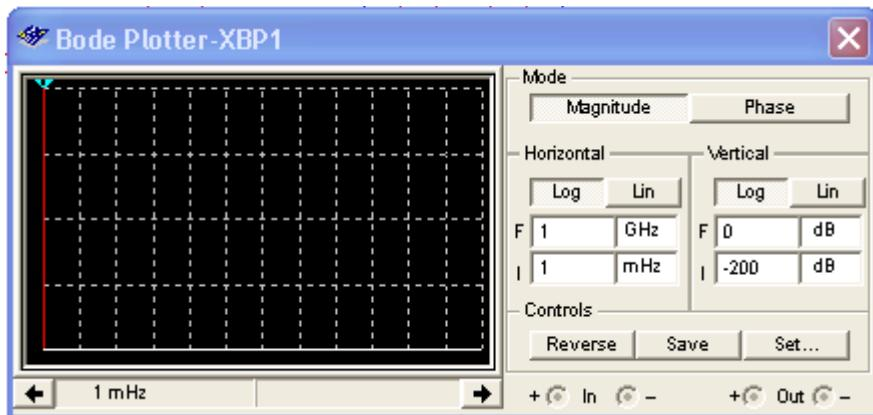

Рис. 5. Измеритель АЧХ и ФЧХ
**Измеритель АЧХ и ФЧХ (Bode Plotter).** Лицевая панель измерителя АЧХ-ФЧХ показана на рис. 5. Измеритель предназначен для анализа амплитудно-частотных (при нажатой кнопке MAGNITUDE, включена по умолчанию) и фазо-частотных (при нажатой кнопке PHASE) характеристик при логарифмической (кнопка LOG, включена по умолчанию) или линейной (кнопка LIN) шкале по осям Y (VERTICAL) и X (HORIZONTAL). Настройка измерителя заключается в выборе пределов измерения коэффициента передачи и вариации частоты с помощью кнопок в окошках *F* – максимальное и *I* – минимальное значение. Значение частоты и соответствующее ей значение коэффициента передачи или фазы индицируются в окошках в правом нижнем углу измерителя. Значения указанных величин в отдельных точках АЧХ или ФЧХ можно получить с помощью вертикальной визирной линии, находящейся в исходном состоянии в начале координат и перемещаемой по графику мышью или кнопками  $\leftarrow$ ,  $\rightarrow$ . Результаты измерения можно записать также в текстовый файл. Для этого необходимо нажать кнопку SAVE и в диалоговом окне указать имя файла (по умолчанию предлагается имя схемного файла). В полученном таким образом текстовом файле «\*.scr» АЧХ и ФЧХ представляются в табличном виде.